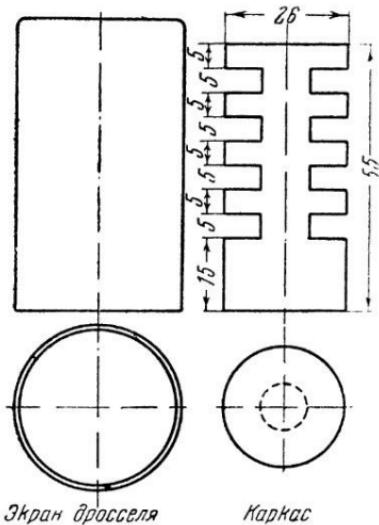

Рис. 6. Каркас дросселя ВЧ
**Дросель ВЧ.** Для намотки дросселя нужен каркас из эbonита, органического стекла или сухого дерева (рис. 6). На каждую секцию каркаса наматывается по 500 витков провода ПЭ — ПЭЛ 0,1—0,15.